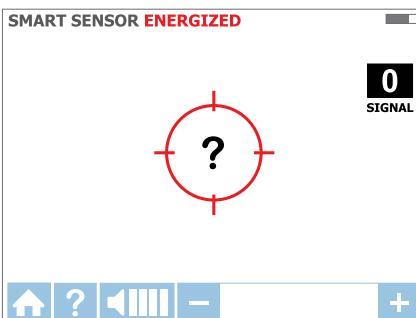

Figura 3.1c
- Sostenga el receptor con el sensor inteligente en la parte posterior de la unidad con orientación hacia el área de destino. Si en la pantalla destella un signo "?" en un destino rojo, entonces no se detecta la señal. Mueva el sensor inteligente más cerca del área de destino hasta que se detecte la señal y vea una flecha direccional. Si no se detecta la señal, aumente la sensibilidad con el botón "+" del receptor. (Consulte la Figura 3.1c).*